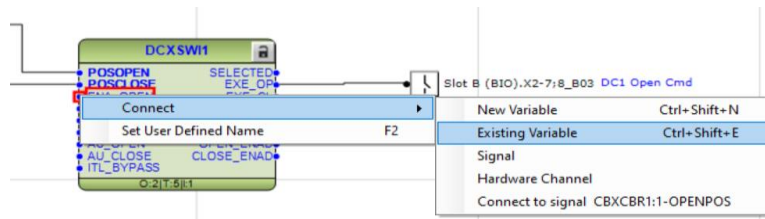

Imagen 93_Conexión de variable en la entrada ENA_OPEN del bloque DCXSWI1.
2.2.17 Ahora como se aprecia en la **Imagen 93**, conectamos una nueva variable en “ENA_OPEN” y “ENA_CLOSE” dando clic derecho en “ENA_OPEN” y seleccionando “Connect - Existing Variable”.